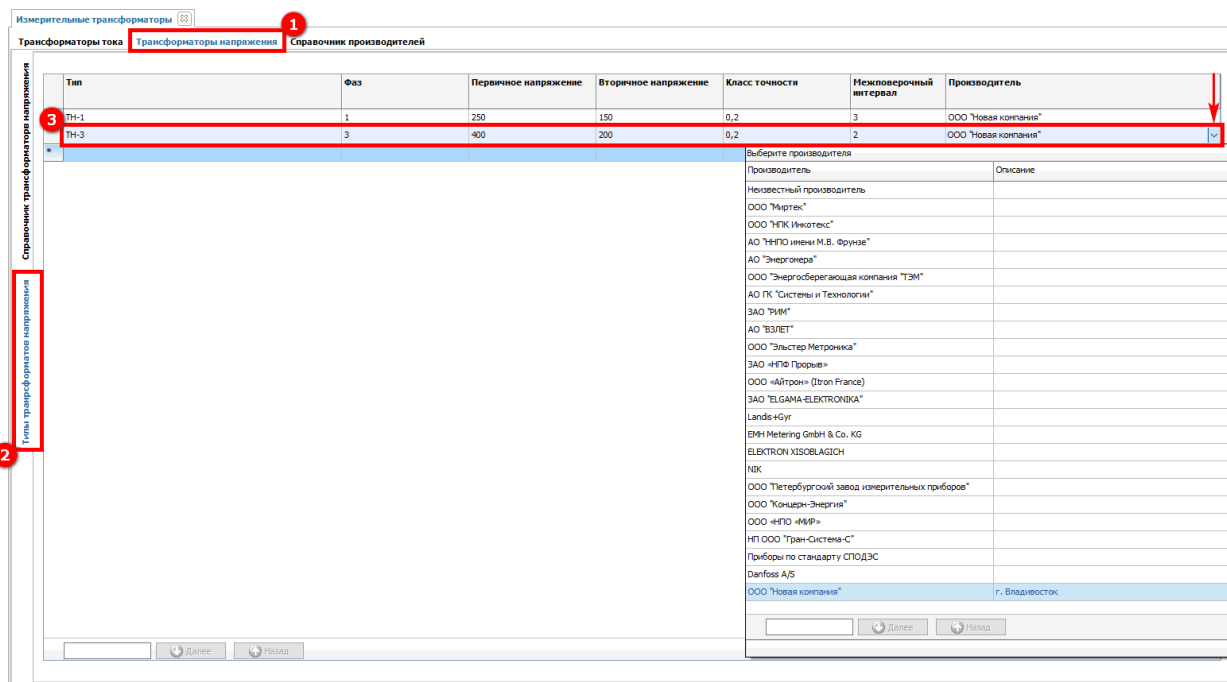

Рисунок 203 – Измерительные трансформаторы – Тип трансформатора
Далее во вкладке **Трансформаторы напряжения** (1) (см. рисунок 203) выбираем **Типы трансформаторов напряжения** (2) и вносим информацию о типе трансформатора напряжения, его параметров. Для этого необходимо нажать левой кнопкой мыши на необходимое поле строки * и заполнить все столбцы таблицы, в т. ч. указать производителя, выбирая его из раскрывающегося списка (3).